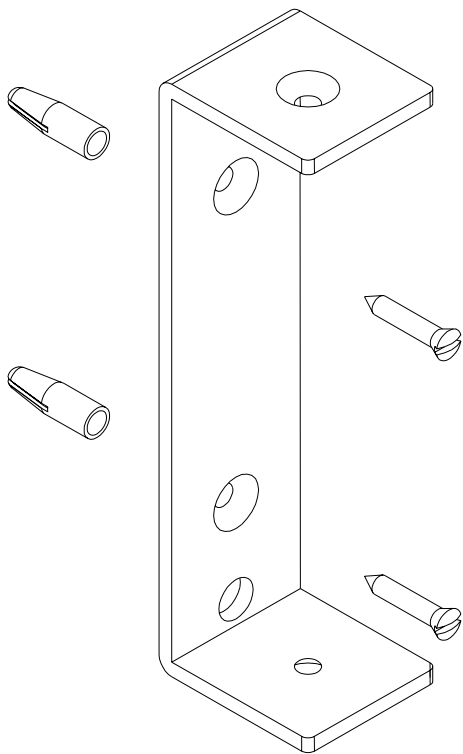

Fig. 1
- Fixer l'étrier en C au mur au moyen des vis à tête plane (Fig. 1).
- Den C-förmigen Bügel mit den Flachkopfschrauben an die Wand montieren (Abb. 1).
- Fijar al muro el estribo en C utilizando los tornillos de cabeza plana (Fig. 1).